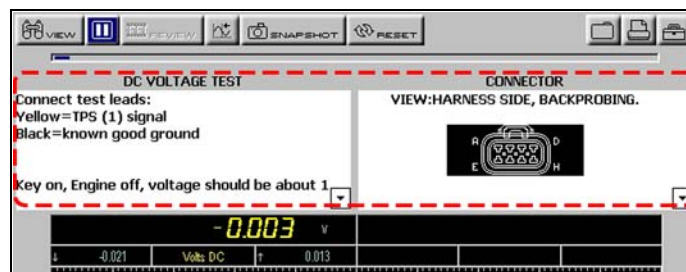

Abbildung 4-12 Anschluss-Anweisungen (Beispiel)
- Führen Sie die Anweisungen zum Anschließen in den Fenstern Testverfahren und Unterstützung aus (Abbildung 4-12).